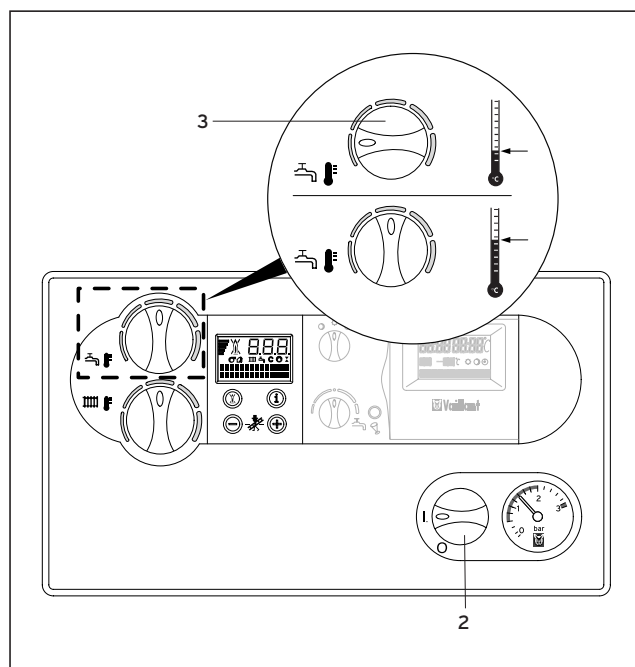

Abb. 3.8 Warmwasserbereitung mit VCW-Geräten
3.3.1 Warmwasserbereitung (Abb. 3.8)
Bei einer Wasserhärte von mehr als 3,57 mol/m³ (20 °dh) stellen Sie bitte den Drehknopf (3) maximal in die Mittelstellung (Abb. 3.8).
- Das Aqua-Comfort-System plus wird aktiviert, indem Sie den Drehknopf (1) kurz bis zum Anschlag (Einstellung a) nach rechts drehen (Abb. 3.8). Anschließend wählen Sie die gewünschte Temperatur, z. B. Einstellung b. Dabei entspricht: